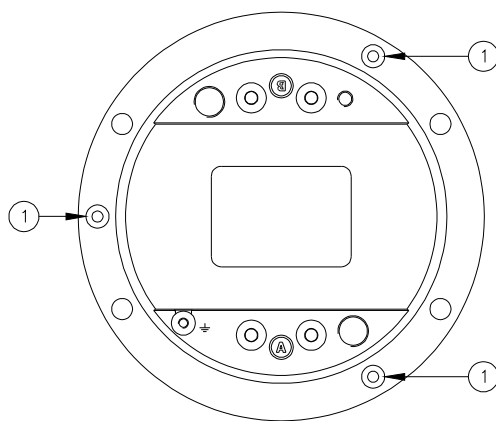

Figura 20 – Viti di fissaggio del coperchio inferiore
- Separare il coperchio inferiore dalla calotta svitando le tre viti di bloccaggio TSCE M5x10 (Figura 20 - n°1).
- tre viti di bloccaggio TSCE M5x10 (Figura 20 - n°1);
Verificare il corretto posizionamento della guarnizione O-Ring tra calotta e coperchio inferiore (Figura 22 - n°2); montare il coperchio inferiore nella calotta e chiuderla con le tre viti TSCE M5x10 (Figura 20 - n°1). Uno strato di adesivo anaerobico frenafilietti medio (per esempio LOXEAL 24-18) può essere applicato alle viti prima dell'installazione; coppia di serraggio 2,5 Nm.